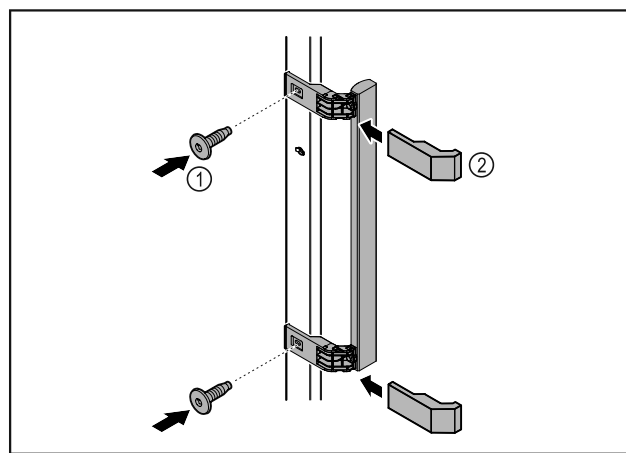

Fig. 6
- Atașați mânerul din pachetul de accesorii la ușa cu ajutorul șuruburilor incluse Fig. 6 (1).
- Aplicați capacul Fig. 6 (2).